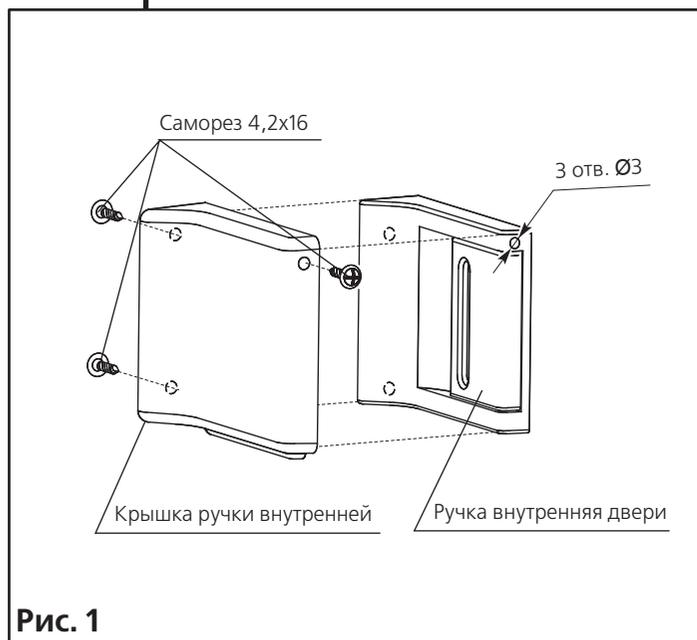

Рис. 1
4.4.1 Наклейку информационную разместите снаружи на панель сдвижной двери рядом с ручкой наружной, так чтобы её можно было легко заметить (рис. 1).